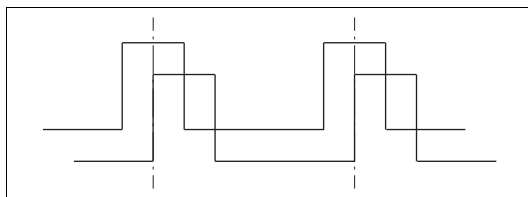
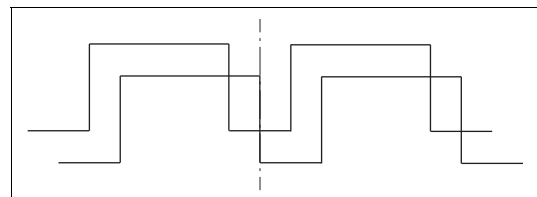

Abb. 23 Positive Last < 50 %
Abb. 24 Positive Last > 50 %
3. Oszilloskop anschließen: Draht weiß auf Kanal 1, Draht schwarz auf Kanal 2, Draht blau auf GND und -, Draht braun auf +. Impulsgebereinsatz **624.1** so weit herausdrehen, bis die Flanken der beiden Signale möglichst große zeitliche Abstände voneinander haben, siehe Abb. 23, Seite 37 und siehe Abb. 24, Seite 37.